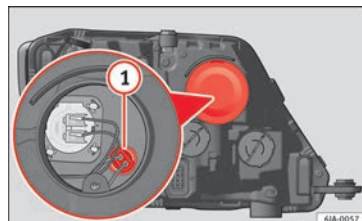

Fig. 89 Cambio de lámpara para la luz de posición.
- Quite la tapa protectora » fig. 89.
- Extraiga el portalámparas » fig. 89 ① tirando hacia afuera.